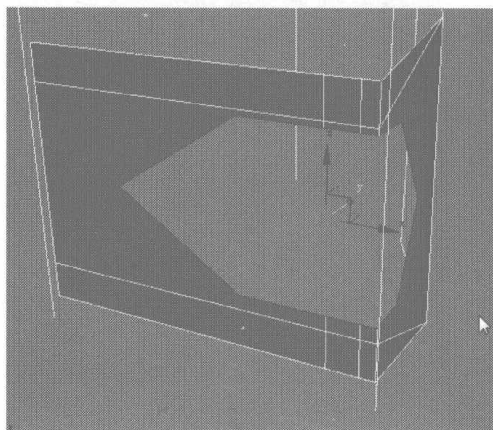
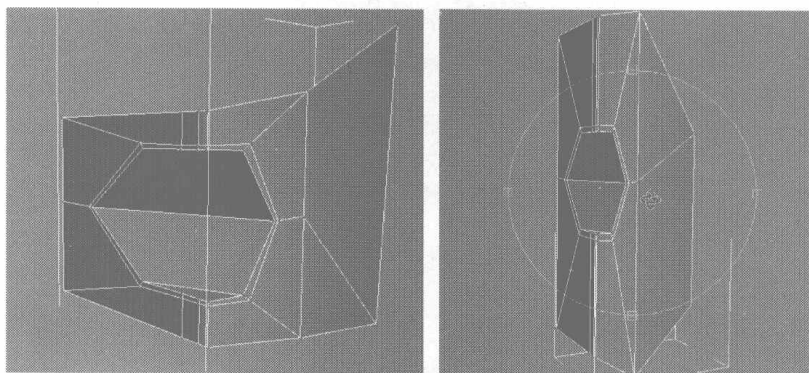

图 6.337
图 6.338
- 08** 选择如图 6.337 所示的曲线，在 Edit Borders 卷展栏中单击 **Cap** 按钮，为其添加一个封闭的面，并再添加一些细分线细致调整其形状，如图 6.338 所示。